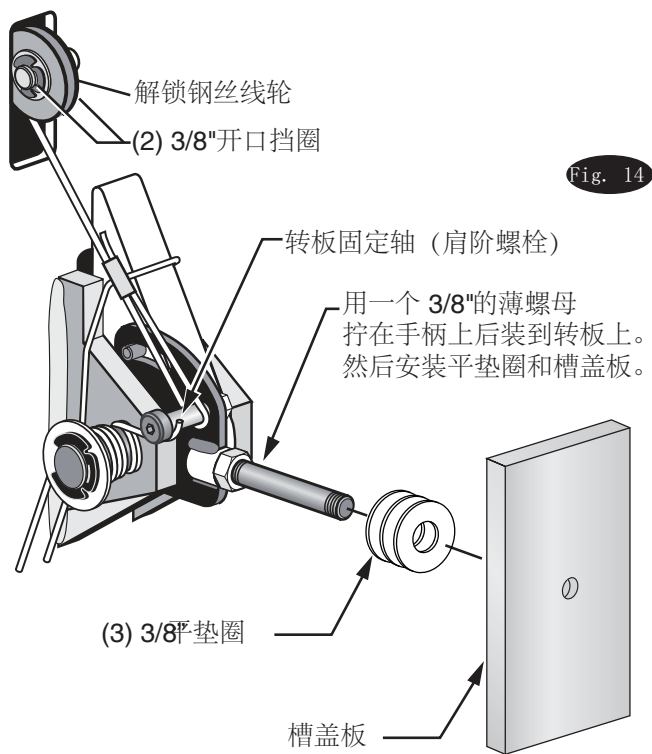

Fig. 14
- A) 在安装好线轮后，将解锁钢丝绳一头套在转板固定轴上， Fig. 14。
- B) 将解锁钢丝绳另一头通过线轮穿到主动侧立柱内侧。确保解锁钢丝绳在线轮下方的槽内， Fig. 14。
- H) 这时必须先安装主动侧的解锁手柄，薄螺母和主动侧锁罩壳 Fig. 14 & Fig. 17。手柄上装上胶木球 Fig. 17。